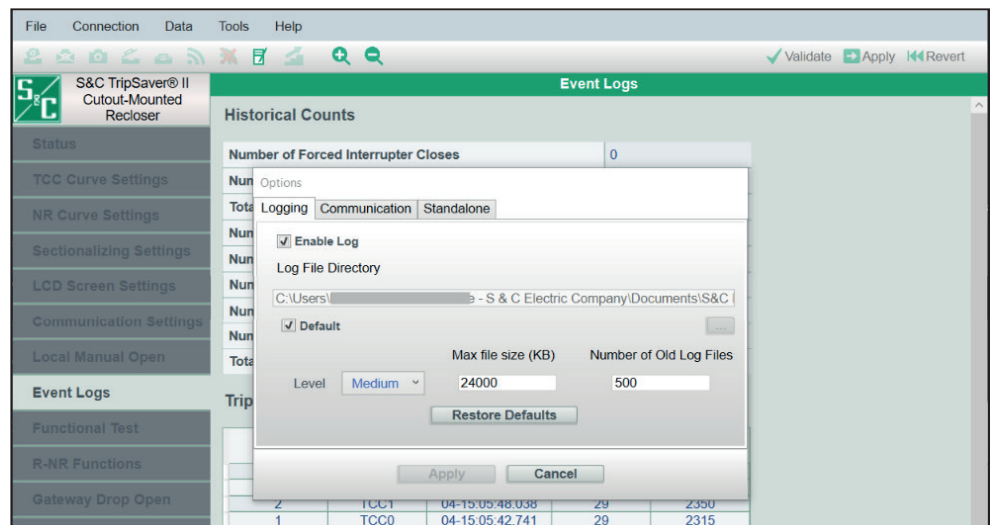
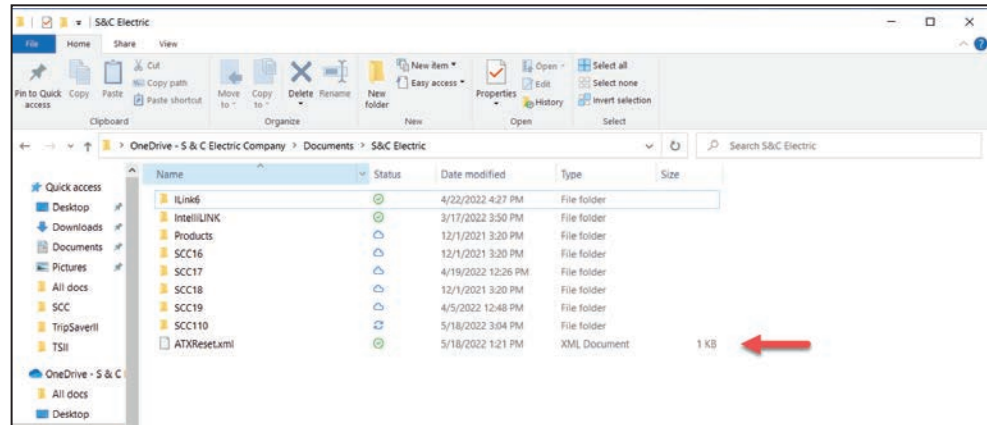
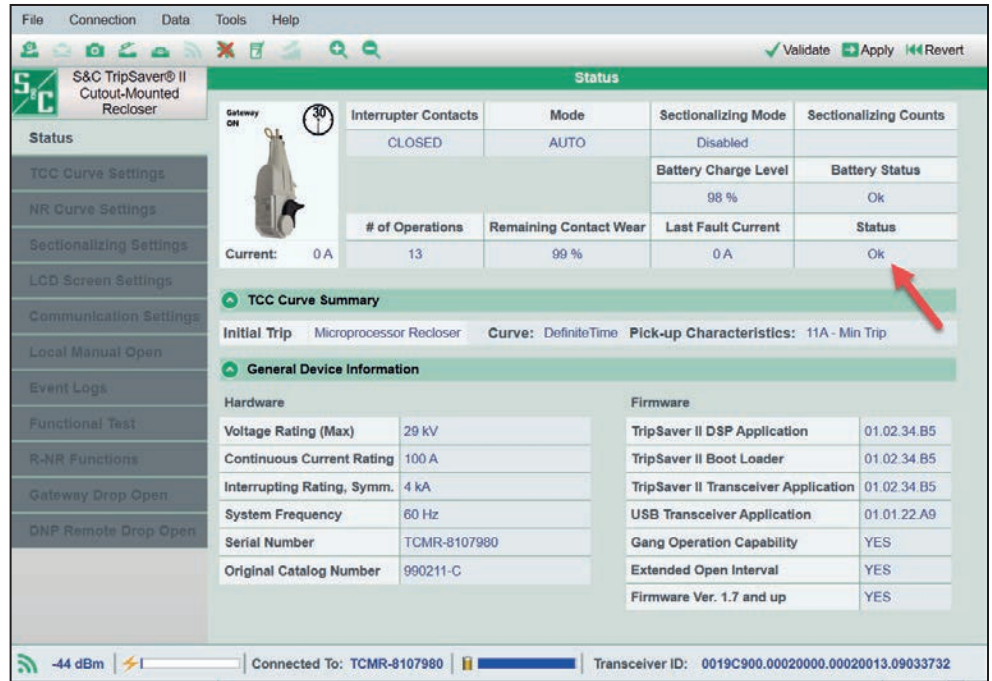

Figura 156. El Directorio de Archivos de Registro predeterminado.
Figura 157. La ubicación del archivo de reparación será el Directorio de Archivos de Registro predeterminado.
Figura 161. La pantalla de *Estado* después de un procedimiento de restablecimiento exitoso de Clear Service Now (Borrar Servicio Ahora).
**PASO 4.** S&C devolverá el archivo de reparación ATXReset.xml. Coloque el archivo de reparación en el Directorio de Archivos de Registro predeterminado. Para encontrar el Directorio de Archivos de Registro predeterminado, seleccione *Tools>Options (Herramientas>Opciones)* en el menú **Principal**. Vea la Figura 156 y Figura 157 en la página 114.
- PASO 8.** Navegue a la pantalla de *Status (Estado)* y verifique el estado del reconectador TripSaver II. Si el Estado está **Ok (Bien)**, el estado de **Service Now (Servicio Ahora)** ha sido borrado. Vea la Figura 161 en la página 117. Luego, borre el archivo ATXReset.xml del directorio de archivos de registro predeterminado. Vea la Figura 157 en la página 114. Si el estado de **Servicio Ahora** sigue presente, póngase en contacto con el Centro de Soporte y Monitoreo Global de S&C llamando al 1-888-762-1100.